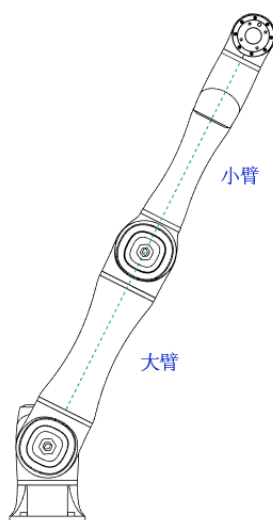

图 2.23 肘关节奇异
- 肘关节奇异位置：机械臂大臂和小臂在一条直线上时，导致奇异。如图 2.23所示。